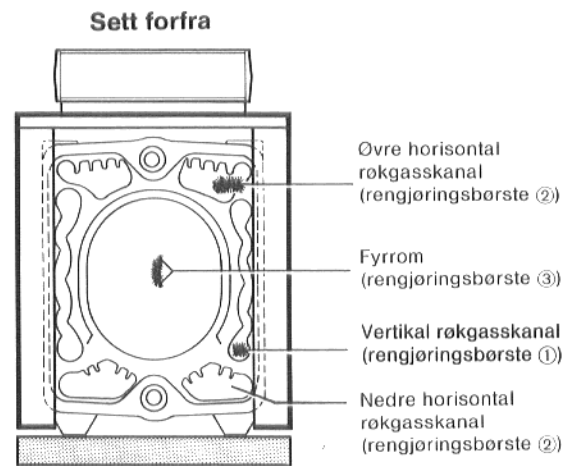

Fig. 32
Med rengjøringsbørsten ③ rengjøres brennkammeret (fig. 32).
Med rengjøringsbørsten ② rengjøres de øvre horisontale kanaler (fig. 32).
Med rengjøringsbørste ① rengjøres de enkelte vertikale kanaler forfra og bakover (fig. 32).
Med rengjøringsbørste ② rengjøres de nedre horisontale kanaler (fig. 32 og 33).